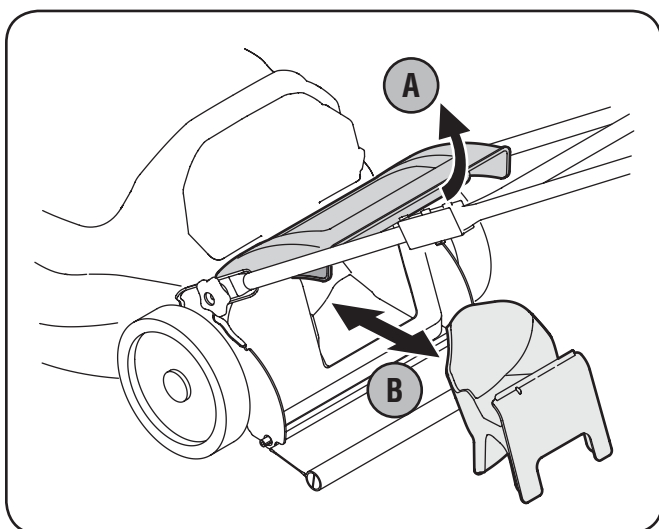

Figure 3-4
- b. Relevez le bouchon de déchiquetage arrière. Voir la Figure 3-4.